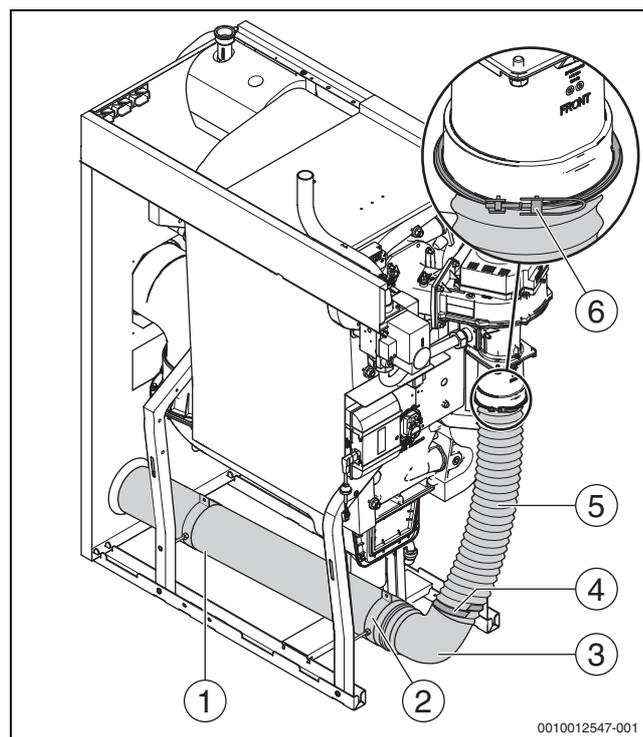

Fig. 14 Kit accessori per funzionamento indipendente dall'aria del locale
- ▶ Montare l'adattatore (→fig. 14,[6]) sui supporti di aspirazione del bruciatore e fissare con fascetta.